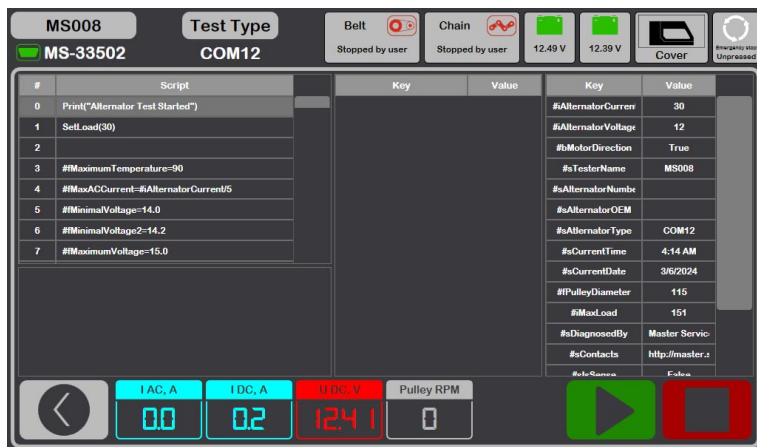

Рисунок 23. Меню режима автоматического теста
5. Для начала тесте в открывшемся окне (см. рис. 23) нажмите кнопку . Далее стенд сам проведёт все проверки согласно выбранному скрипту. В случае необходимости процесс теста можно прервать кнопкой .